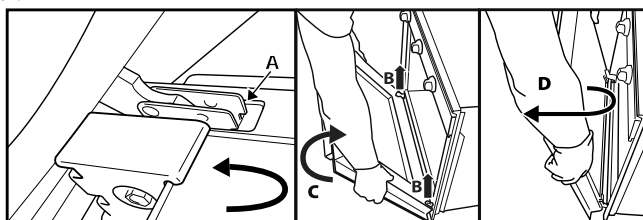

Fig. 2
2. Sollevare le levette di arresto delle cerniere e spingerle in avanti fino al fermo (C).
3. Chiudere lo sportello fino al punto di arresto (A), sollevarlo (B) e ruotarlo (C) fino allo sganciamento (D) (Fig. 2).